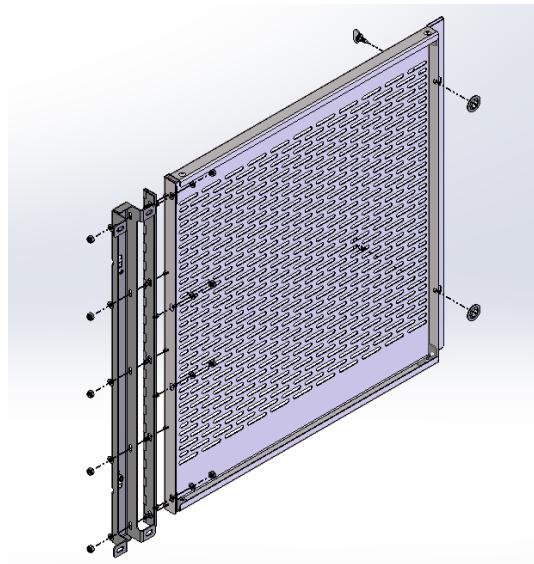

Figure 6 : Ensemble de protecteur central
12. Assemblez la partie centrale du protecteur, la charnière de 23 po et le support côté passager ensemble, ce sous-ensemble fini sera appelé Ensemble de protecteur central (EPC). (Figure 6& 7)